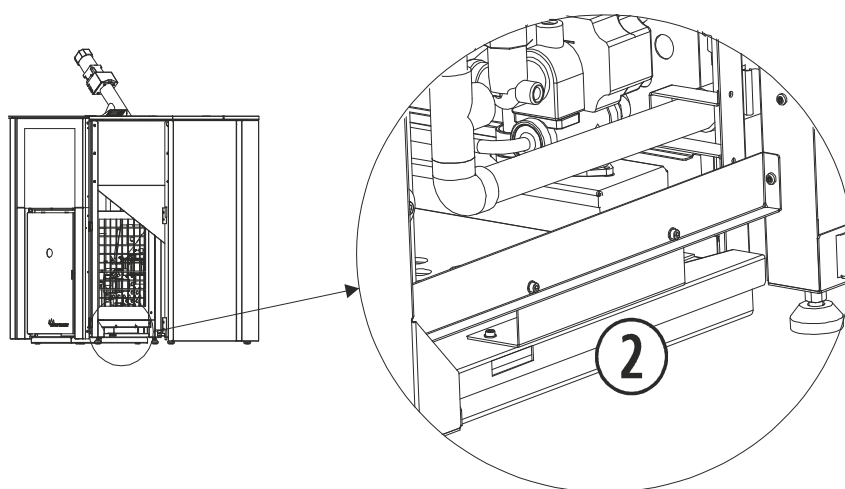

Figura 11
- 4.9. Con la tolva montada, desplazarla a su ubicación final. Respetando siempre las distancias de apertura de las puertas laterales, para realizar posteriores mantenimientos. Posicione la tolva anexa, de tal forma que los taladros de las partes de unión del lateral derecho de la caldera, coincidan con los taladros de los elementos de unión que se encuentran en el lateral izquierdo de la tolva. En las *figuras 9 y 10* se muestra la unión tolva-estufa superior (①), vista de frente y por detrás, respectivamente. Y en la *figura 11* se puede apreciar la unión tolva-estufa inferior frontal (②). Con la tolva bien posicionada respecto a los puntos de anclaje de la caldera, introduzca los tornillos a través de los taladros. Enrosque las tuercas, para fijar ambas partes. Coloque de nuevo la tapa superior "top" de la caldera y apriete sus tornillos.